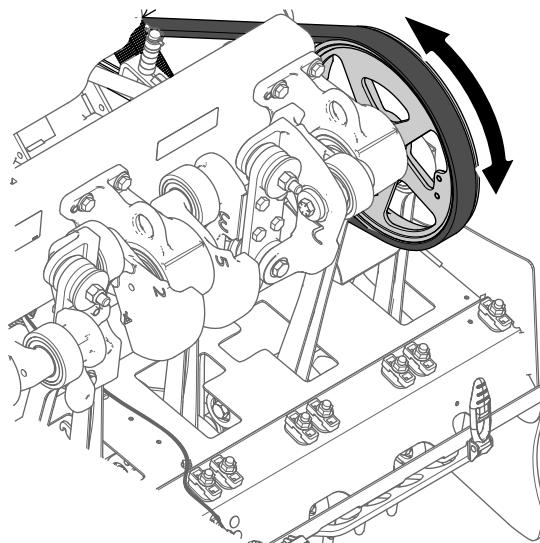
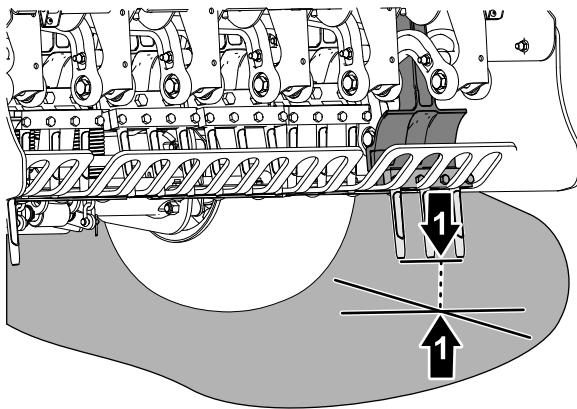

Рисунок 63
Рисунок 64
- Поверните шкив вала аэратора (Рисунок 63) так, чтобы крайние зубья максимально приблизились к земле (Рисунок 64).